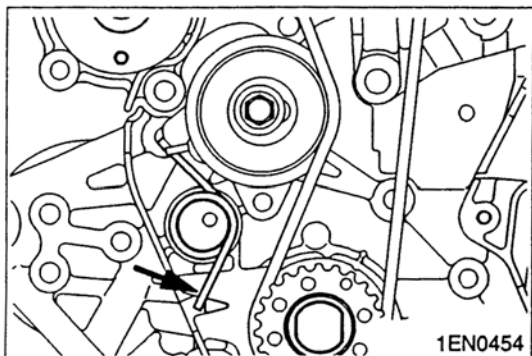

图 3-6
(1) 正时皮带、张紧器弹簧、正时皮带张紧器的拆卸
a. 用钳子夹住张紧器弹簧伸长端（如图 3-6 所示），将它从机油泵壳体限位块上拆下，然后拆下张紧器弹簧。